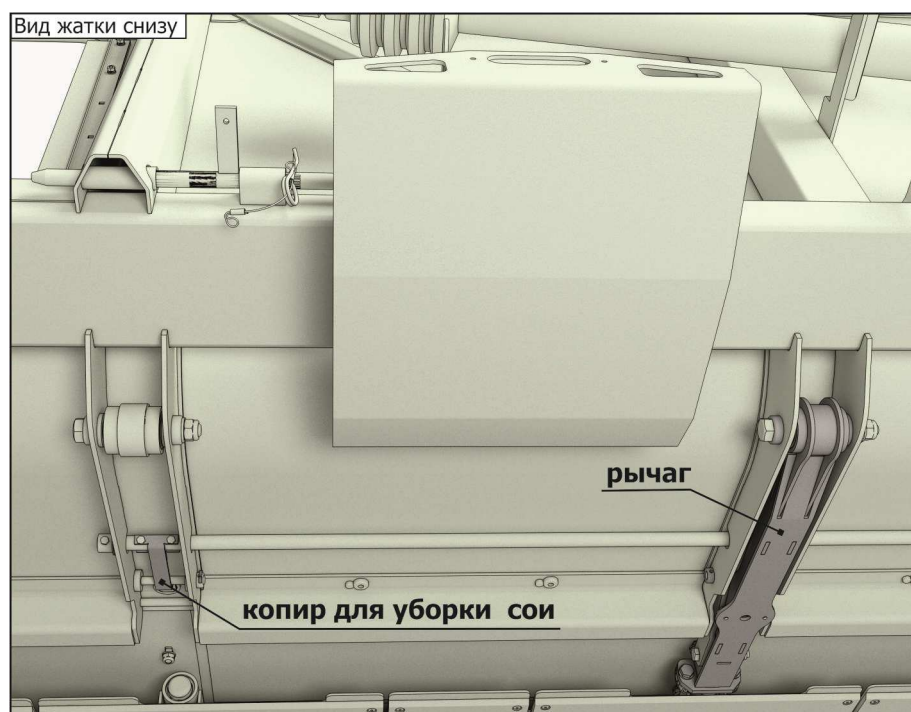

Рисунок 6.16 – Положение копирных дуг для уборки сои
4) Поднять копирующие дуги в крайнее верхнее положение и зафиксировать (рисунок 6.16).